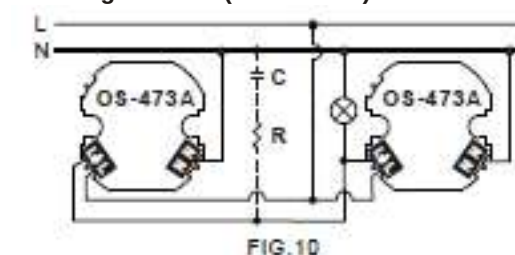
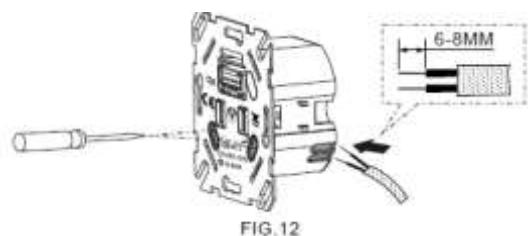

FIG. 10
FIG. 12
3.2.2.2 Deux interrupteurs muraux à capteur montés en parallèle pour commander l'éclairage installé (voir FIG. 10)
3.3.1.2 Dévissez la borne, puis consultez le schéma de câblage (voir FIG. 6 - FIG. 10) pour introduire les câbles électriques dans le jack à broche-borne correspondant. Bien dénuder le câble sur 6-8 mm à l'aide de l'outil (voir FIG. 12).
- 3.3.2.2 Fixer la JB-40 au mur à l'aide de deux vis à bois de 4 x 25,4 mm (voir FIG. 15-A). Voir FIG. 10 pour l'emplacement des trous de vis.